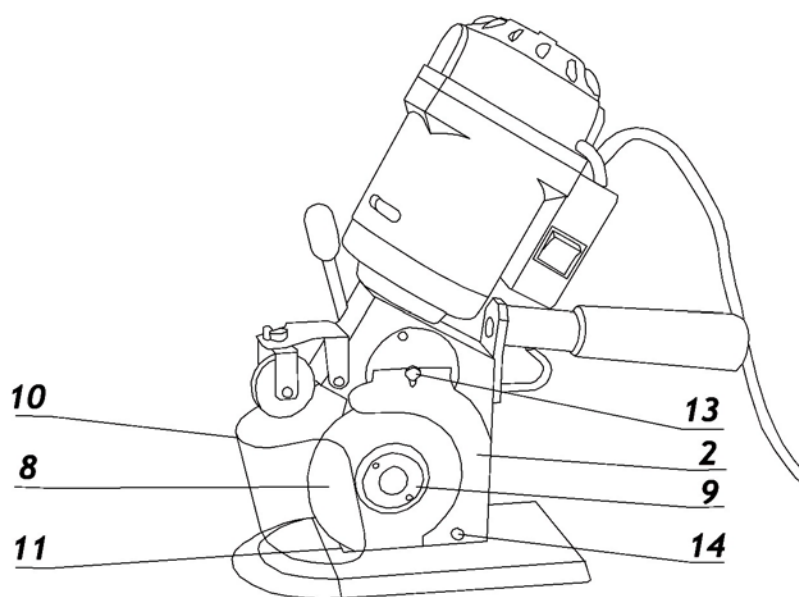

Рис. 4
Для того, чтобы демонтировать нож (рис.4) нужно поднять переднюю защиту (10) полностью вверх, освободить винт (13), открутить винт (14) и вытащить вбок защиту ножа (2).